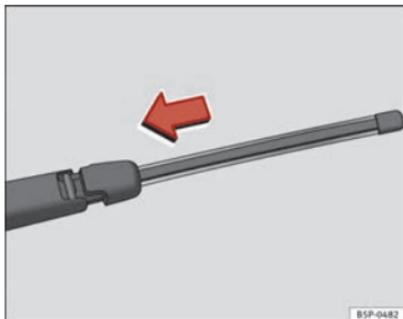

Fig. 150 Collocare la spazzola tergilunotto
- Posizionare la spazzola come indicato nella figura ⇒ fig. 150 e scorrere l'adattatore fino a quando non si incastra.